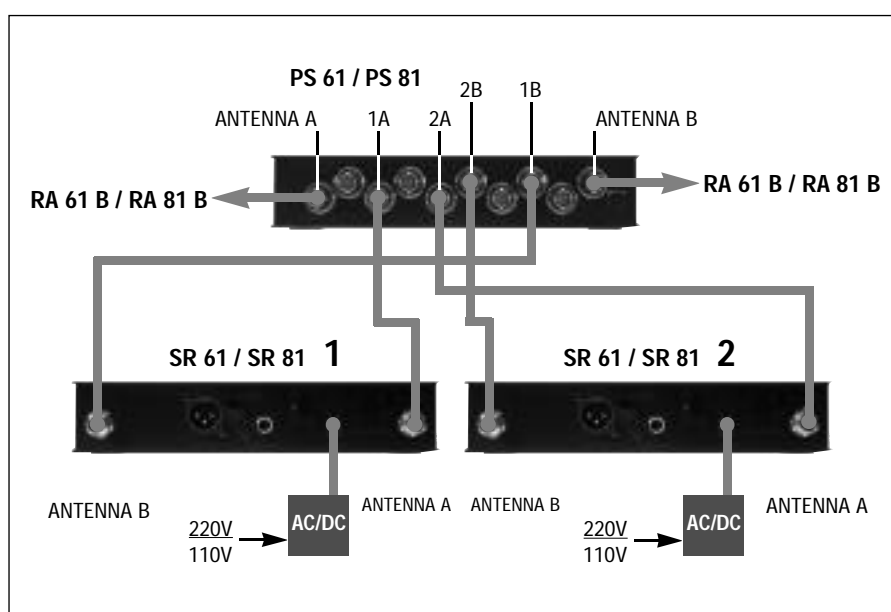

Fig. 6 : Raccordement d'un système 2 canaux
1. Raccordez un récepteur à chacune des sorties 1A, 1B et 2A, 2B à l'aide des câbles BNC (optionnels - voir chapitre 2.3), comme indiqué à la Fig. 6.
2. Raccordez les autres sorties du distributeur d'antenne aux entrées ANTENNA des récepteurs comme indiqué à la Fig. 6.
1. Raccordez les sorties du distributeur d'antenne aux entrées d'antenne des récepteurs à l'aide des câbles BNC (optionnels), comme indiqué à la Fig. 6.